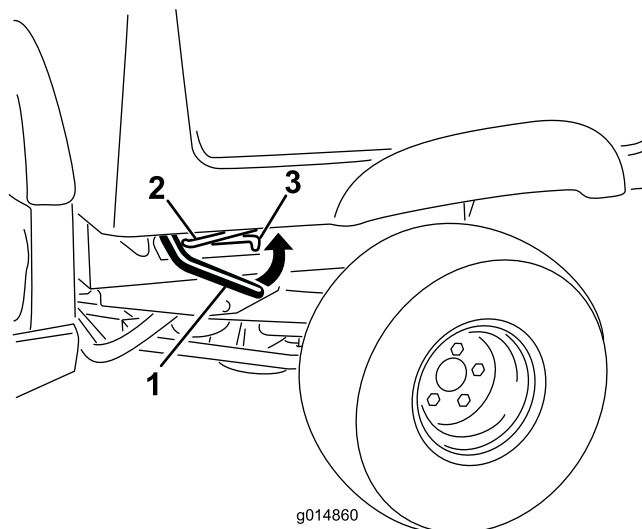

Figura 19
1. Sollevate la leva del dispositivo di fermo sul lato vicino all'angolo anteriore del pianale e sollevate il casso stesso (Figura 19).
2. Fissate il pianale tirando l'asta di supporto nell'arresto posteriore all'estremità della fessura che si trova nel telaio a sinistra della macchina (Figura 19).
1. Sollevate il pianale alzando leggermente la leva del dispositivo di fermo (Figura 19).
2. Estraete l'asta di supporto dalla fessura dell'arresto (Figura 19).
3. Abbassate il carico in modo da bloccarlo in sicurezza (Figura 19).